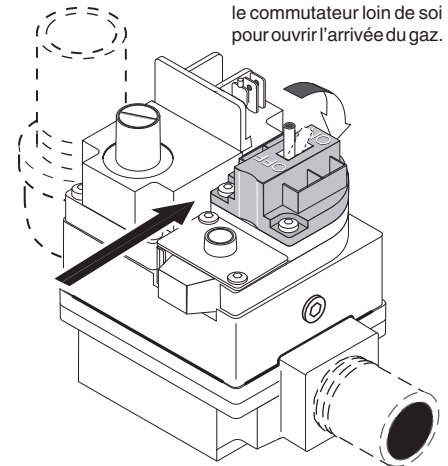

Figure 38.
6. **Soupape de type commutateur :** Tirer le commutateur vers soi afin de fermer l'arrivée du gaz, voir la figure 38.
7. Attendre cinq (5) minutes que tout gaz se dissipe. **ARRÊTER** si une odeur de gaz est détectée. Suivre la consigne « B » dans la section « AVANT LA MISE EN ROUTE » (page 40). Passer à l'étape suivante en l'absence de gaz.
4. **Soupape de type commutateur :** Tirer vers soi afin de fermer l'admission du gaz, voir la figure 38.